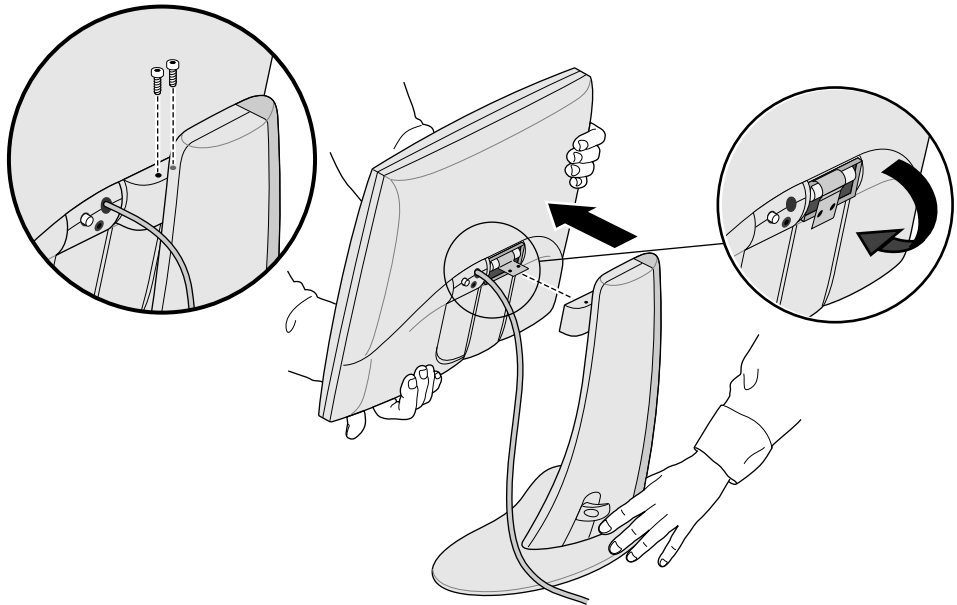

Figure 1-4 Retrait de l'écran plat de sa base
4. Tout en tenant l'écran comme indiqué à la Figure 1-4, desserrez les deux vis qui le rattachent à sa base à l'aide de la clé hexagonale de 3 mm et retirez-les. Conservez les vis dans l'éventualité où vous devriez replacer l'écran sur sa base.
6. Éventuellement, repliez le taquet en métal situé à l'arrière de l'écran, comme indiqué à la Figure 1-4. Vous devrez peut-être utiliser des pinces.